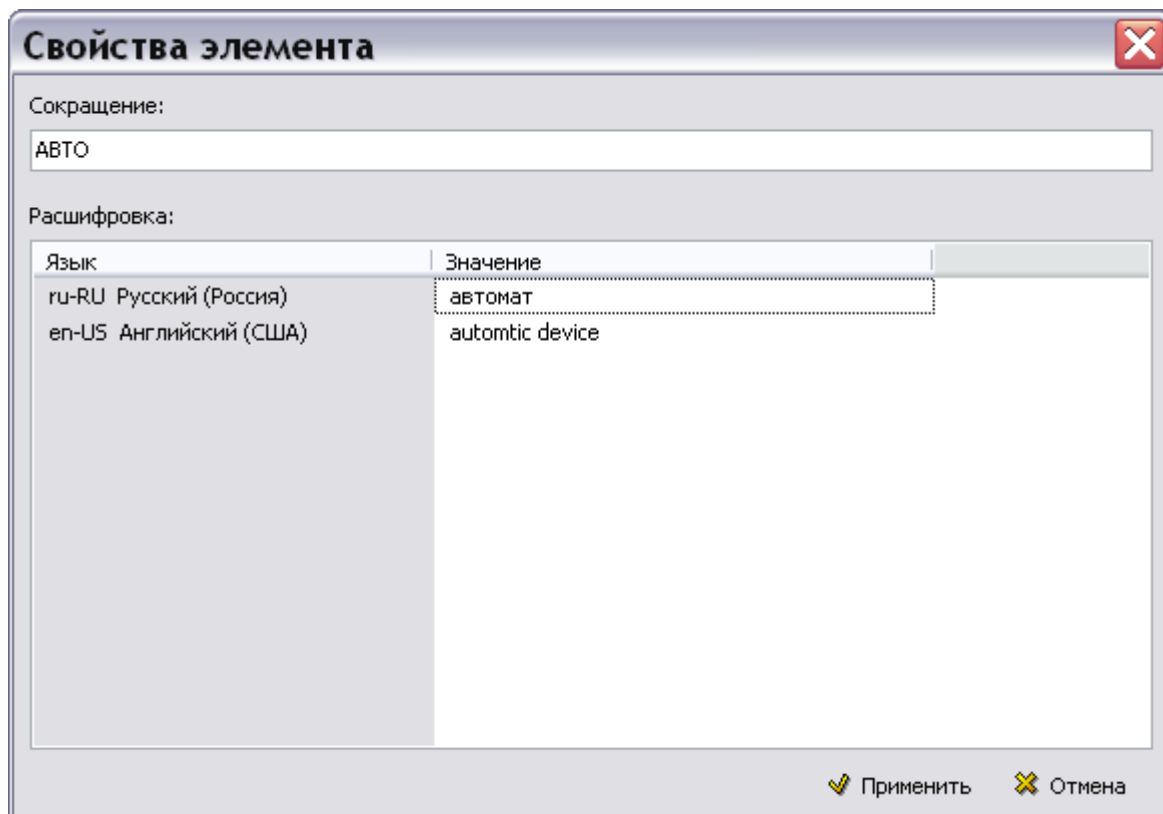

Рис. 7.7
2. На панели инструментов правого окна нажмите на кнопку **Добавить сокращение** . В окне **Свойства элемента** введите сокращение «АВТО» и его расшифровку на языках шаблона проекта (Рис. 7.7).